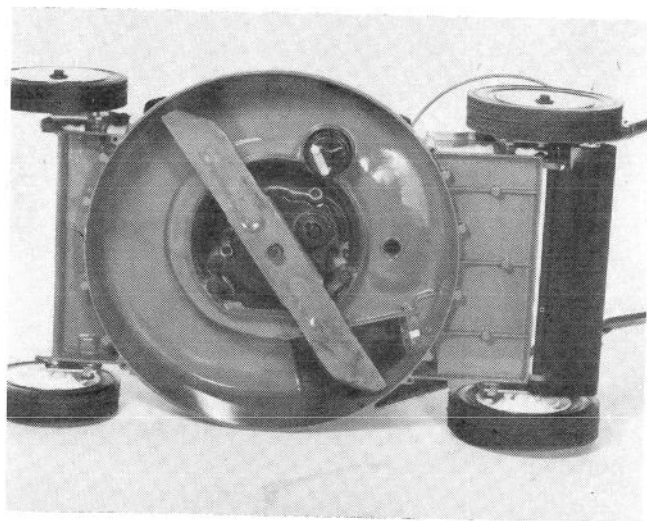

Figure 34
3. Inclinez la tondeuse sur son côté droit (Fig. 34). Evitez de faire tourner la lame lorsque la tondeuse est inclinée car ceci pourrait provoquer des difficultés de démarrage.